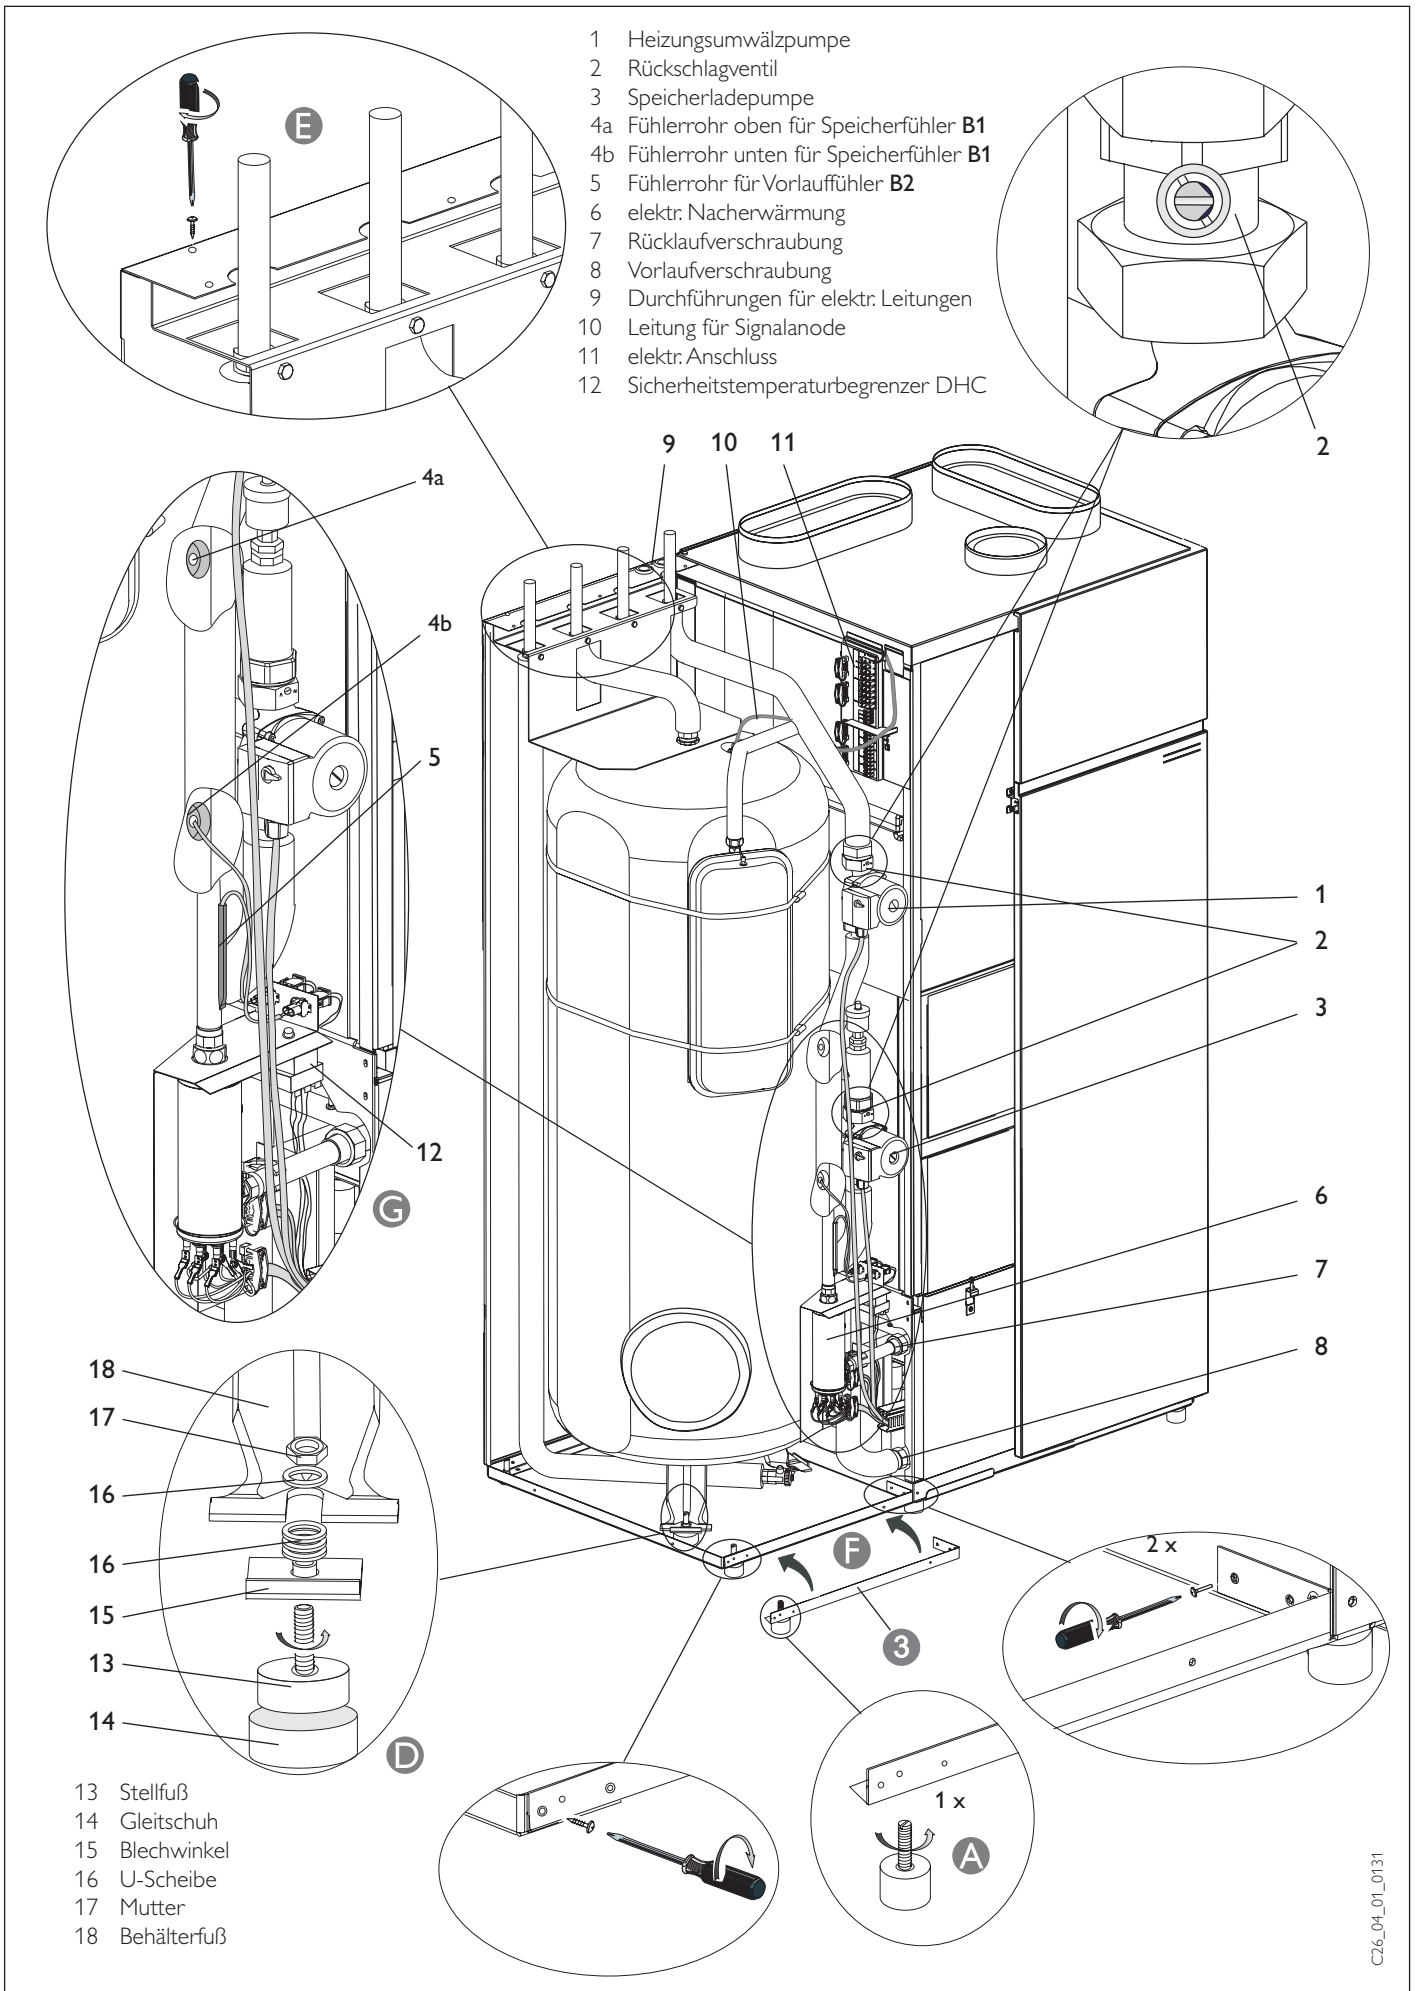

Abb. 10
Wird ein Heizsystem mit geringer Abnahmelast und geringer Wärmekapazität (z.B. Luftheizregister; beaufschlagt vom Wohnungslüftungsvolumenstrom) eingesetzt, kann der untere Bereich des Warmwasserbehälters (17) als Heizungspufferspeicher benutzt werden, um überschüssige Leistung zwischenzuspeichern und damit das Takten des Verdichters zu reduzieren. Diese Funktion kann durch Parameter P 084 aktiviert werden. Die Arbeitsweise wird durch Positionierung des Speicherfühlers B1 festgelegt. Befindet sich der Speicherfühler in der oberen Position (Abb. 10, Pos 4a), werden immer ca. 100 l Wasser auf der gewünschten Warmwassertemperatur gehalten. Der restliche Speicherinhalt wird als Heizungspuffer genutzt und hat eine der Heizungsvorlaufemperatur entsprechende Temperatur. Befindet sich der Speicherfühler in der unteren Position (Abb 10, Pos 4b), wird der gesamte Behälter auf der gewünschten Warmwassertemperatur gehalten. Das Temperaturniveau für die Heizung wird durch zyklisches Einschalten der Warmwasserladepumpe erreicht. Diese Betriebsweise bietet den höchsten Warmwasserkomfort, ist aber am wenigsten effizient.
Zum Füllen, Entlüften und Entleeren der Anlage müssen die Rückschlagventile (Pos. 2 in Abb. 10) auf Stellung **A = AUF** stehen. Danach auf Stellung **N = Normal**.
Die Anschlussklemmen befinden sich links oben am Funktionsmodul (Pos. 11 in Abb. 10). Alle Anschlussleitungen sowie Fühlerleitungen müssen durch die vorgesehenen Durchführungen oben in der Speicherrückwand geführt werden (Pos. 9 in Abb. 10).
Nachdem alle elektr. Leitungen angeschlossen sind, kann die Anschlussklemmleiste (Verdichter und elektr. Nacherwärmung) abgedeckt und verplombt werden (Abb. 13). Anschließend Umwälzpumpen und Signalanode anschließen (Pos. 1, 3 und 10 in Abb. 10) und die Temperaturfühler in die entsprechenden Fühlerrohre im Speicherbehälter bzw. am Heizungsvorlauf einführen (Pos. 4 und 5 in Abb. 10). Alle Leitungen sind entsprechend gekennzeichnet.